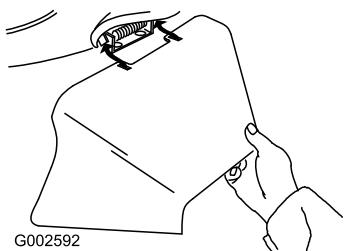

Figura 31
- Instale el conducto de descarga lateral y cierre la puerta sobre el conducto (Figura 31).